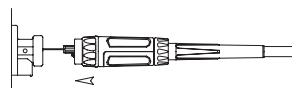

Abb. 2
3. Schieben Sie den Elektrodendraht vorsichtig in die Brennerauskleidung und führen den Stecker der Schweißbrennerpistole langsam in den mittleren Anschluss der Vorschubeinheit ein. Ziehen Sie dann die Steckermutter der Schweißpistole wie in Abbildung 2 dargestellt fest.